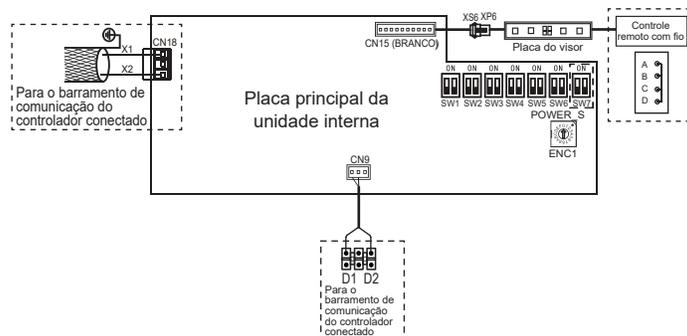

Figura 46
- As portas X1/X2, D1/D2 nas laterais da placa de controle principal e a porta de comunicação unidirecional (lado da placa do visor) são para diferentes tipos de controladores conectados (consulte a Figura 46).